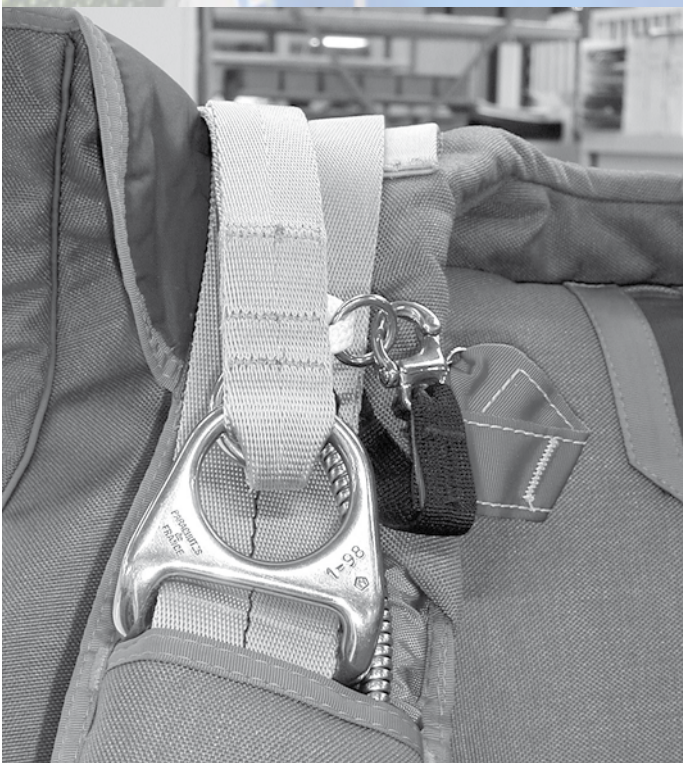

Fig 47
Après le conditionnement de la voile de secours et la connexion des mini-élévateurs LOR 2 au sac-harnais, connectez les sangles LOR 2 aux mini-élévateurs comme montré.(Fig 47)
*After packing the reserve canopy and connecting the mini-risers LOR 2 version to the harness, connect the LOR 2 bridles to the mini-risers as shown.(Fig 47)*